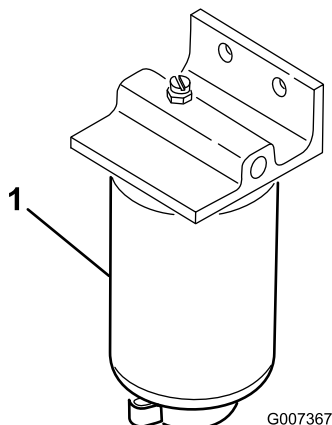

Figure 28
2. Placez un bac de vidange sous le filtre à carburant (Figure 28).
3. Dévissez le bouchon de vidange situé au bas du filtre à carburant et vidangez l'eau qu'il contient (Figure 28). Revissez le bouchon quand la vidange est terminée.